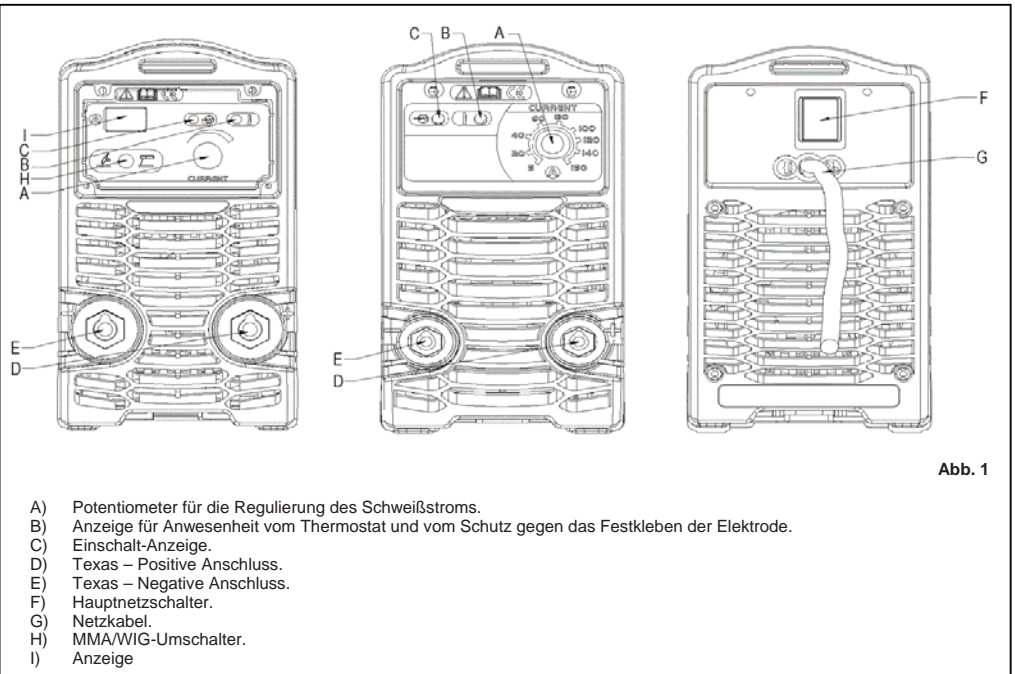

Abb. 1
Die Signallampe B (Abb. 1) weist die Anwesenheit dieser Schutzvorrichtung. Bevor man das Gerät wieder betreiben kann, muß man einige Minuten verstreichen lassen.
- Prüfen, ob der Schalter F (Abb. 1) auf O bzw. der Netzstecker gezogen ist, dann die Schweißkabel anschließen. Für die Polung die Angaben des Elektrodenherstellers beachten.
- Die Maschine mit dem Schalter F (Abb. 1) einschalten.